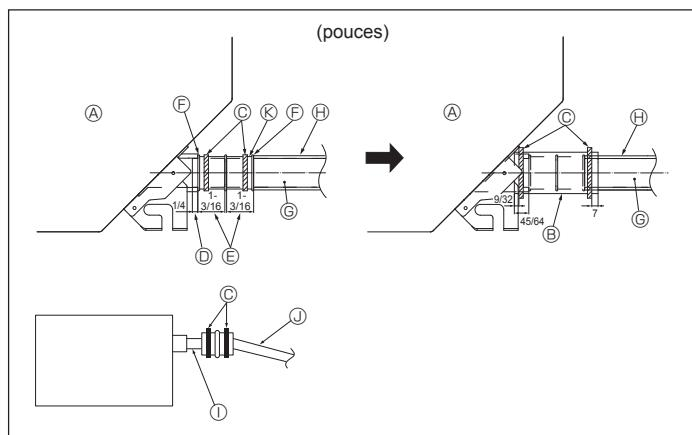

Fig. 5-2
- Raccorder la prise d'écoulement (fourni avec l'appareil) au port de drainage. (Fig. 5-2) (Apposer le tube à l'aide de ruban adhésif en PVC puis le fixer avec une sangle.)